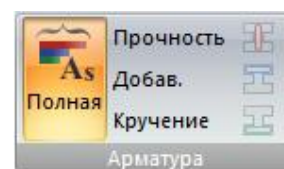

Рис. 117. Панель **Арматура**
- **Арматура** (рис.117) – выбор режимов просмотра результатов подбора арматуры в пластинчатых элементах (панель **Армирование пластин**) и в сечениях стержневых элементов (панель **Армирование стержней**) на расчетной схеме.
Панель **Арматура** (рис.117) содержит следующие команды:
Панель **Армирование пластин** (рис.117) содержит следующие команды: